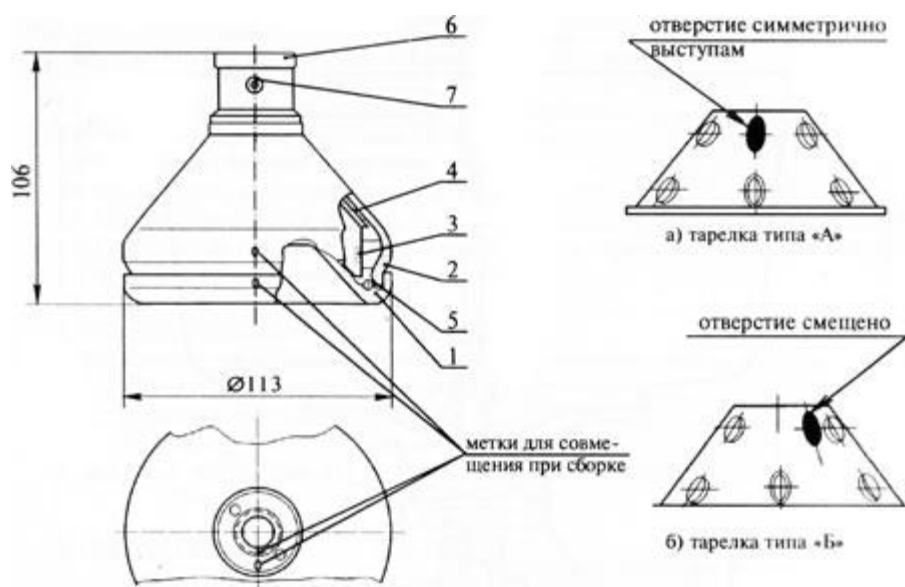

Рисунок 2: Барабан
Основной рабочий орган – барабан (рис. 2). В барабане под действием центробежных сил происходит процесс разделения молока на сливки и обрат. Барабан состоит из тарелкодержателя (1) с набором алюминиевых тарелок (3), разделительной тарелки (4) с регулировочным винтом (7), крышки (2), уплотнительного кольца (5), гайки (6).
3. Запрещается работать на сепараторе при незатянутой гайке барабана (6) (рис. 2).
1. Открутить гайку (6) (рис. 2) при помощи специального ключа из комплекта принадлежностей.
ЗАПРЕЩАЕТСЯ ДАЛЬНЕЙШАЯ РАЗБОРКА БАРАБАНА ПРИ ВЫСТУПАЮЩЕМ РЕГУЛИРОВОЧНОМ ВИНТЕ (7) (рис. 2), (ПРИ НЕОБХОДИМОСТИ ВВЕРНУТЬ ЕГО). ПОЛНОСТЬЮ ВЫКРУЧИВАТЬ РЕГУЛИРОВОЧНЫЙ ВИНТ – НЕ РЕКОМЕНДУЕТСЯ.
2. Для снятия крышки (2) (рис. 2) необходимо перевернуть барабан и ударить торцом резьбовой части по деревянной доске по направлению стрелки.
3. Снимите разделительную тарелку (4) (рис. 2).
4. Снимите поочередно тарелки «А» и «Б» (3) (всего их должно быть от 10 до 12 шт.).
5. Снимите уплотнительное кольцо (5) с тарелкодержателя (1) (рис. 2).
1. Вложить в канавку тарелкодержателя (1) (рис. 2), уплотнительное кольцо (5).
2. Легким поворачиванием тарелок на трехграннике тарелкодержателя (1) поочередно установите два типа тарелок «А» и «Б» (3). Начинать сборку можно с любого типа тарелки «А» или «Б», чередуя их. Набор тарелок должен быть полным (всего от 10 до 12 шт.).
3. На пакет тарелок установить разделительную тарелку (4), (рис. 2).
4. На разделительную тарелку (4), (рис. 2), установить крышку (2), таким образом, чтобы выступ в тарелке разделительной вошел в паз крышки.
5. Метку «0» (рис. 2), на крышке совместить с меткой на верхней части тарелкодержателя.
6. На выступающую часть тарелкодержателя (1) завернуть гайку (6). Окончательную затяжку гайки выполнить спецключом, вставив два рожка спецключа в два